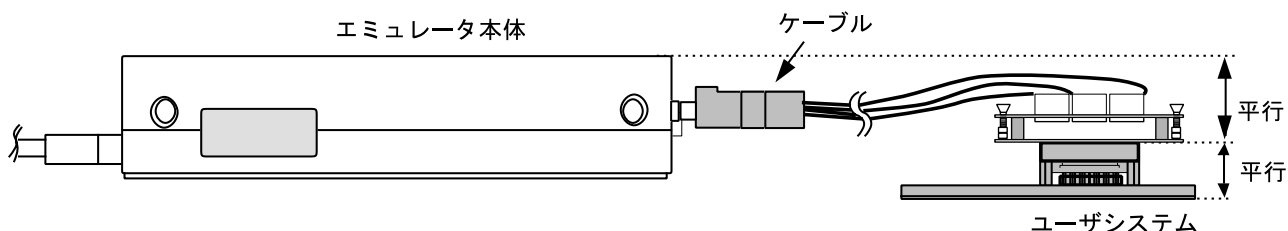

図10 設置例
- (1) ユーザシステムへの接続時には1ピン位置に十分注意して、誤接続は絶対にしないでください。
- (2) 本ユーザシステムインタフェースケーブルを使用する場合の推奨マウントパッド寸法は、MCU実装用マウントパッド寸法とは異なりますので注意してください。
- (3) 本ユーザシステムインタフェースケーブルは、HS2338EPI61Hエミュレータ専用ですので、他のエミュレータ本体には使用しないでください。
- (4) ケーブル本体部が断線する可能性がありますので、本ユーザシステムインタフェースケーブルの上に重いものや金属等の角の尖ったものを置かないでください。
- (5) ユーザシステムに接続した状態では、ユーザシステムインタフェースケーブル、特にケーブル先端部に無理な力が加わらないように注意する必要があります。図10の設置例を参照してご使用ください。